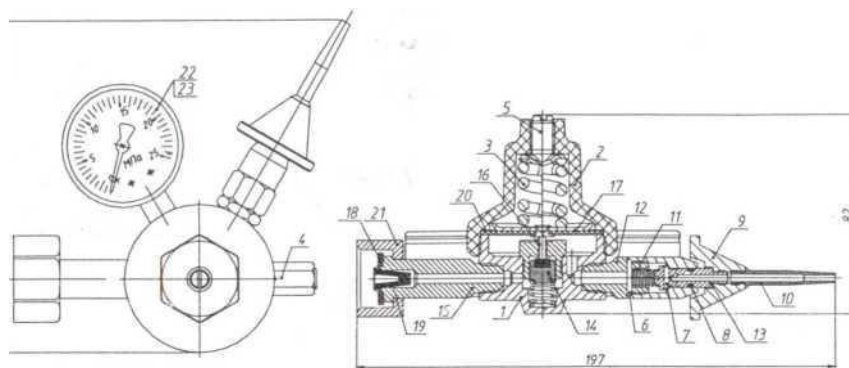

Рис. 1
- Наибольшее давление газа на входе, МПа (кгс/см^2) 20 (200)
- Наибольшее давление срабатывания ПК предохранительного клапана, МПа (кгс/см^2) 0,8 (8)
- Габаритные размеры, мм, не более 136x82x197(см. рис.1)
Устройство редуктора и присоединительные размеры приведены на рис. 1.